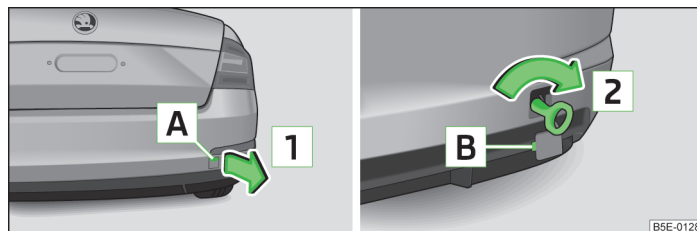

Fig. 206 Bara de protecție din spate: Demontarea capacului / Montarea cârligului de tractare
- Apăsați pe capatul de protecție, în zona **A** » fig. 206 (la autovehiculele Octavia RS, Octavia Combi RS apăsați pe marginea din dreapta a capacului de protecție).
► Înșurubați manual cârligul de tractare, în sensul săgeții [2] » fig. 206, până la limită » [1].